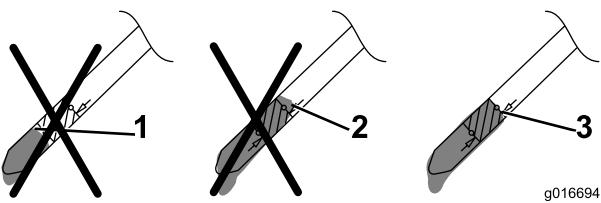

Figura 7
5. Retire a vareta e verifique o nível de óleo na vareta (consulte Figura 7).
- Se o nível de óleo estiver demasiado baixo, adicione uma pequena quantidade de óleo lentamente para o tubo de enchimento e volte repetir os passos 3 a 5 até o nível de óleo estar correto (ver a Figura 7).
- Se o nível de óleo estiver demasiado baixo, adicione uma pequena quantidade de óleo lentamente para o tubo de enchimento e volte repetir os passos **3** a **5** até o nível de óleo estar correto (ver a Figura 7).